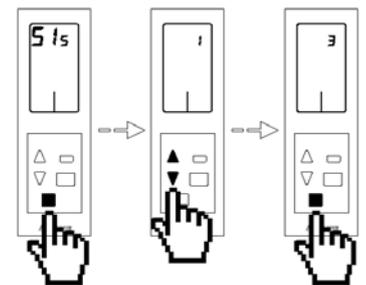

Fig. 97
- **Dirección de sistema 5 IS:** Esto permite definir el número del sistema en su instalación. Por defecto muestra el valor 1. Para modificar el valor de la dirección pulse el botón de confirmación para acceder a su configuración. Utilice las flechas Δ / ∇ para modificar la dirección. El sistema mostrará los valores de dirección libres con un valor máximo de 247. Una vez seleccionado el valor correcto pulse el botón de confirmación (Fig. 97)